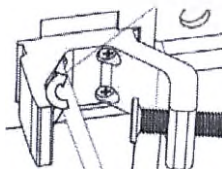

Рисунок 5.1.3 – Фиксация и демонтаж удерживающего зажима
- Установите оборудование горизонтально на рабочем столе, задняя панель должна быть повернута вверх, закрепите удерживающий механизм в положении, (как показано на рис. 5.1.3).